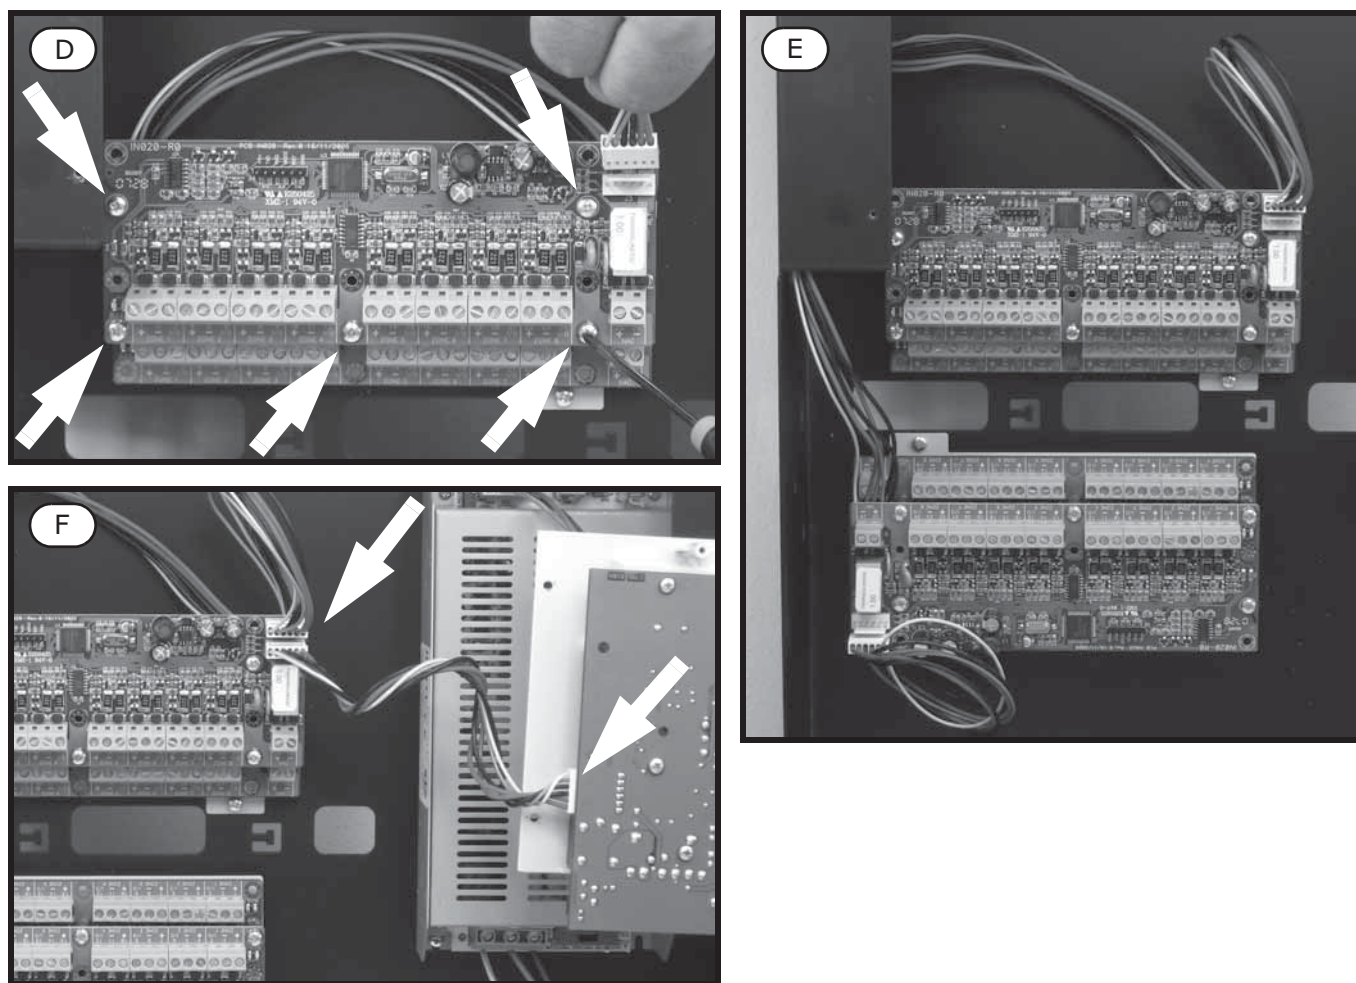

Figura 10 - Montaggio scheda espansione - 2
6. Fissare la seconda scheda di espansione sulle colonnine metalliche (Figura 10 - [D]).
10. Connettere la terza scheda con la seconda (Figura 10 - [E]).
11. Connettere la prima scheda con la centrale utilizzando il connettore apposito (Figura 10 - [F]).